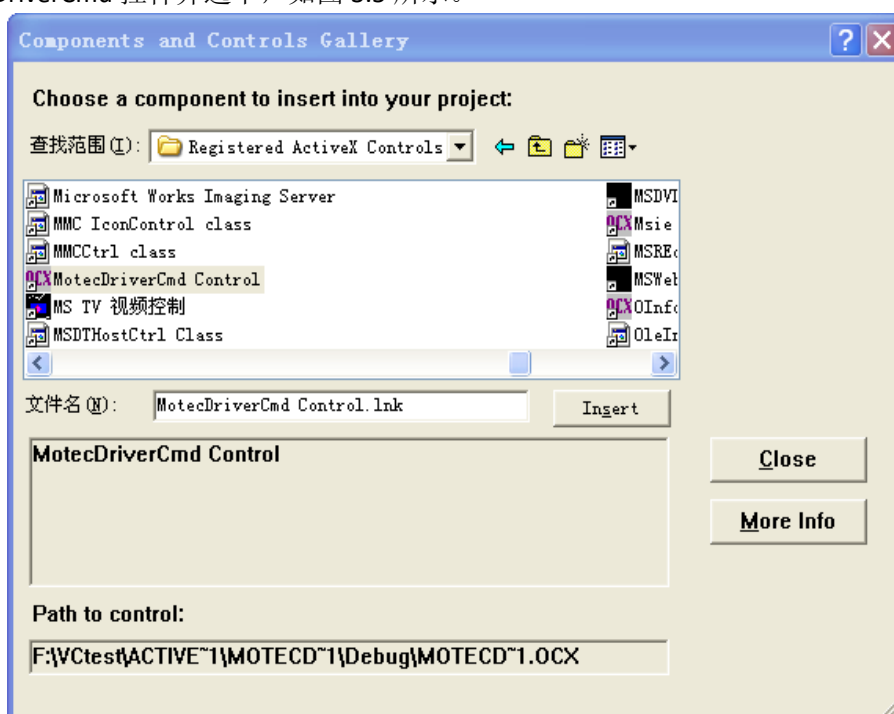

图 3.5 添加控件 Step2
5) 在此对话框中，双击“Registered ActiveX Controls”目录，并在此目录下找到CmotecDriverCmd 控件并选中，如图 3.5 所示。